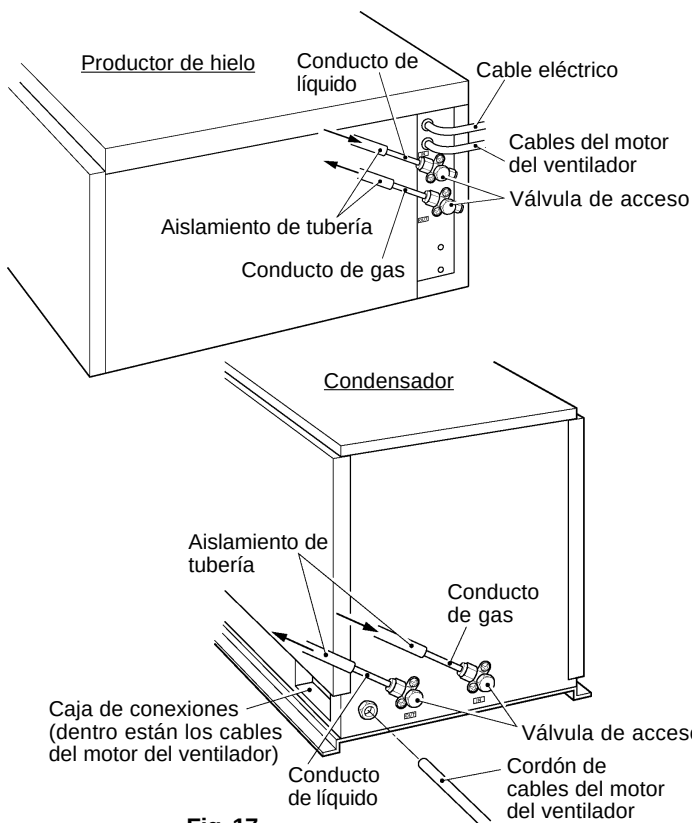

Fig. 17
2) Conectar los cables del motor del ventilador y el cable de tierra en la caja de conexiones al cordón de tres cables instalado, utilizando para ello conectores adecuados. Véase la fig. 17.